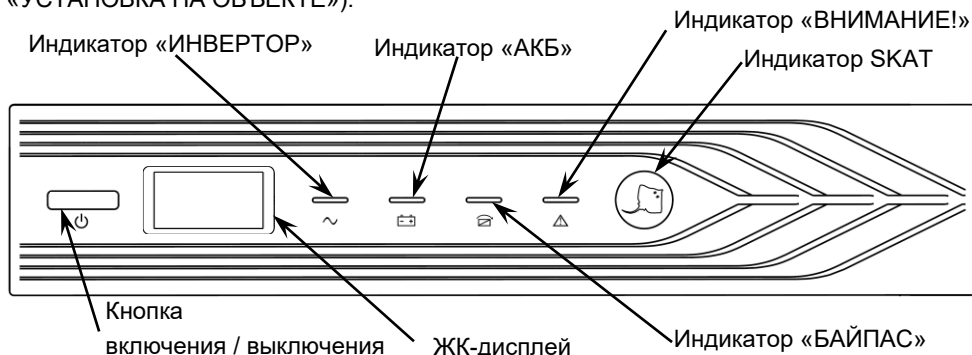

Рисунок 1 – Общий вид передней панели изделия.
**Изделие выполнено** в металлическом корпусе с перфорированной пластиковой передней панелью, на которой расположены: кнопка включения/выключения, ЖК-дисплей и светодиодные индикаторы (см. рисунок 1 и приложение 3).